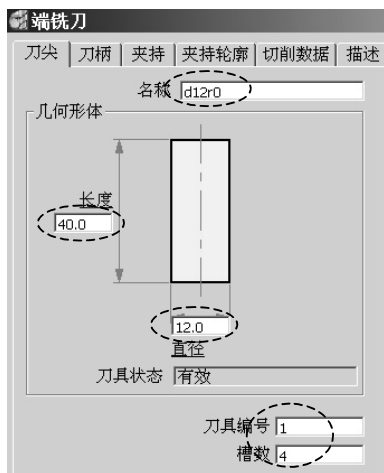

图 9-8 设置“d12r0”切削刃参数
3) 创建刀具：在 PowerMILL 资源管理器中右击“刀具”树枝，在弹出的快捷菜单条中选择“产生刀具”→“端铣刀”，打开“端铣刀”表格，按图 9-8 所示设置刀具切削刃部分参数。